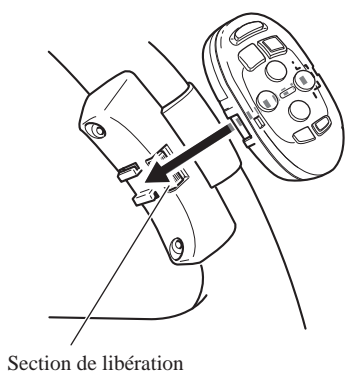

Fig. 16
4. Installer l'unité de télécommande dans le support. (Fig. 16)